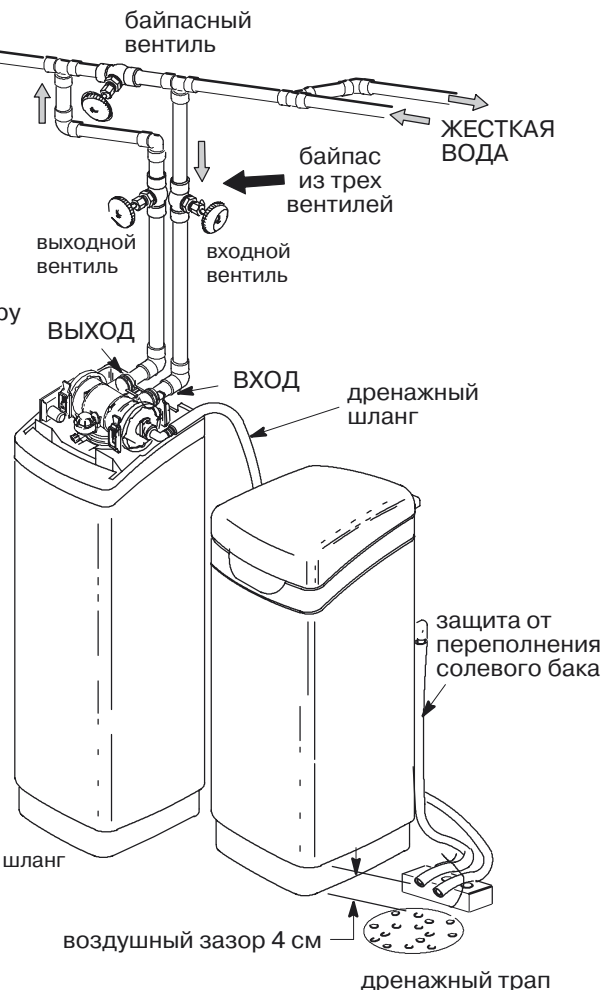

Рис. 3. Модели с отдельным солевым баком
При установке байпаса из трех клапанов, соедините их, как показано на **рис. 3**. Уплотнения предварительно смажьте силиконовой смазкой.
11. В случае модели с отдельным солевым баком, подсоедините трубку подачи рассола к соплу вентури (**рис. 3 и 9**). Используйте уголок, прокладку, гайку и сетку из пакета с маленькими деталями. Затяните гайку рукой, а затем на 1/4 оборота плоскогубцами.